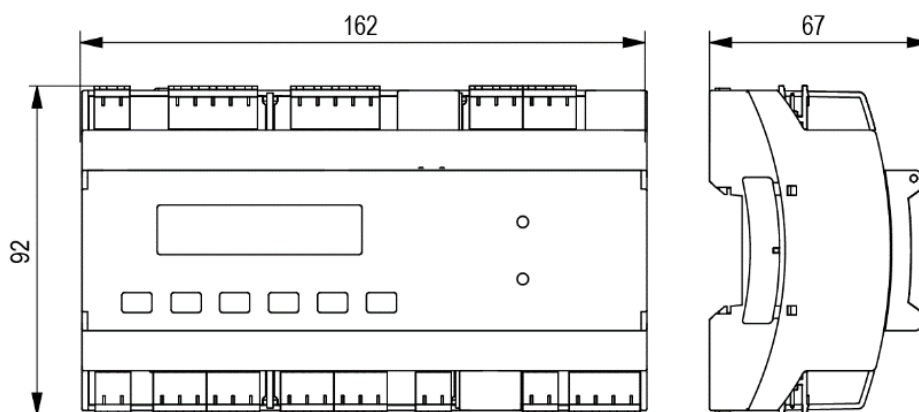

Рисунок 4.2 – Габаритний кресленик пристрою
1. Підготувати на DIN-рейці місце для встановлення пристрою відповідно до розмірів пристрою (див. рисунок 4.2).